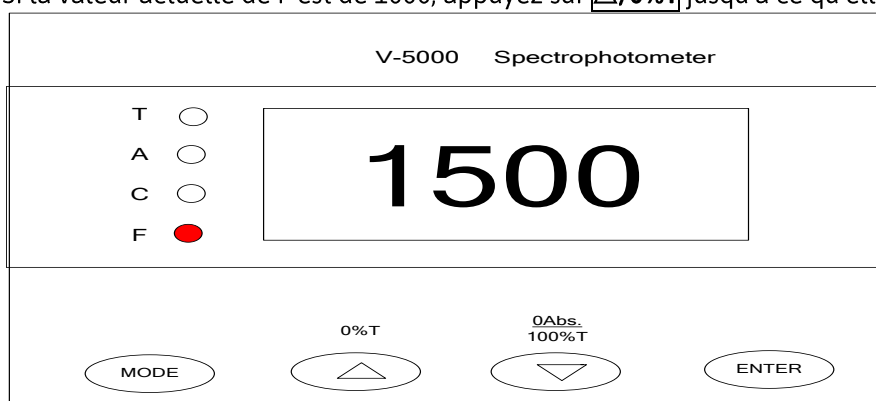

Fig.1-14
- b. Si la valeur actuelle de F est de 1000, appuyez sur **▲/0%T** jusqu'à ce qu'elle monte à 1500. (Fig.1-14)